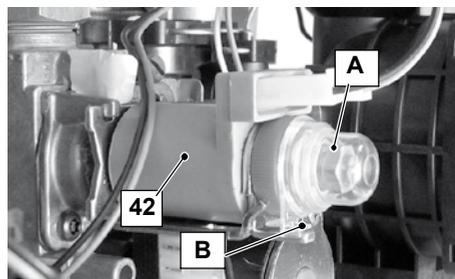

Figura 7.2
- Rimuovere il cappuccio di protezione "A" dell'operatore modulante 42 in Figura 7.2 ruotandolo in senso orario per liberarlo dal fermo "B" e facendo leva con un cacciavite piatto nella scanalatura.
- Rimontare il cappuccio di protezione "A" Figura 7.2